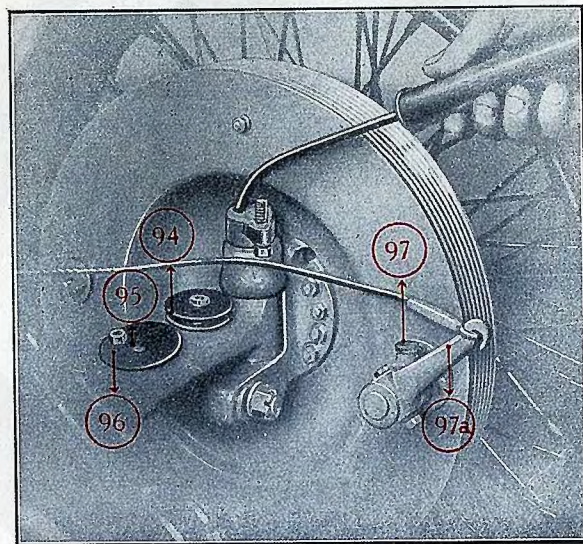

FIG. 24
Il faut graisser assez fréquemment cet axe de pivot avec de l'huile minérale en employant une seringue remplie d'huile. Pour le faire il suffit pour graisser de braquer les roues à fond vers la gauche et de déplacer avec la main la poulie du câble de façon à découvrir le trou de graissage dans lequel on engagera le bec de la seringue. Pour graisser à droite il suffit après avoir braqué les roues complètement vers la droite, de répéter la même opération. Pour bien montrer cette opération, on a représenté sur la figure 24 la poulie démontée (94) avec son chapeau (95) et écrou (96).